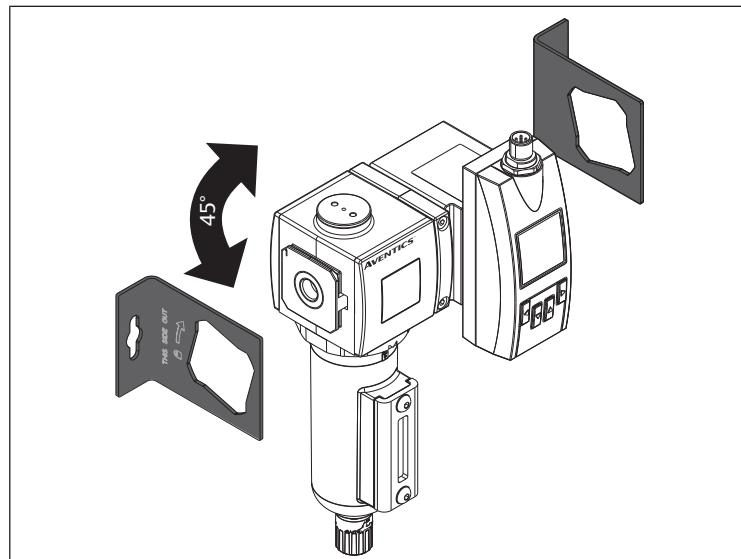

Bild 6: Montering med fästvinkel
- Montera produkten med en fästvinkel. Se → Bild 6.